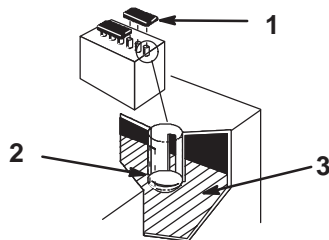

Figure 47
1. Ouvrez les couvercles et regardez à l'intérieur des éléments. Le niveau de l'électrolyte ne doit pas dépasser la partie inférieure du tube (Fig. 47).
Important Le niveau d'électrolyte ne doit pas descendre au-dessous des plaques (Fig. 47).
2. Enlevez les bouchons de remplissage (Fig. 47).
3. Versez lentement de l'eau distillée dans chaque élément pour amener le niveau à la partie inférieure du tube (Fig. 47).